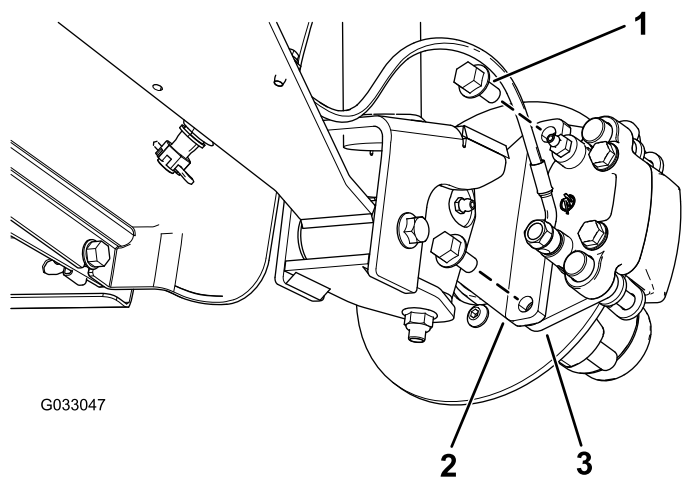
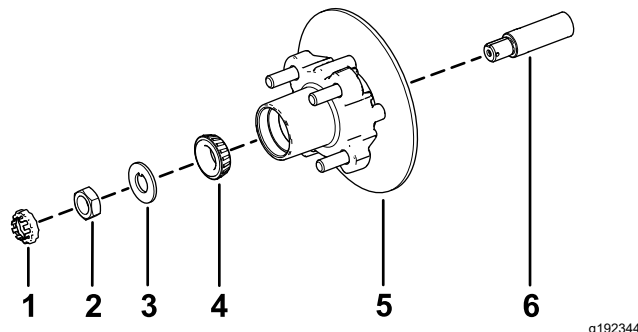

Figura 29
Figura 33
3. Retire los pernos con arandela prensada ($\frac{3}{8}$ " x $\frac{3}{4}$ ") que sujetan el soporte del conjunto de freno al eje y separe el freno del eje (Figura 29).
1. Aplique una ligera capa de grasa del tipo especificado en el eje (Figura 33).
2. Monte el cubo y el rotor en el eje con el rotor hacia dentro (Figura 33).
3. Monte el cojinete exterior en la mangueta y acople el cojinete al anillo de rodadura exterior (Figura 33).
4. Monte la arandela con pestaña en la mangueta (Figura 33).
5. Enrosque la tuerca en el eje y apriete la tuerca a 15 N·m (11 pulgadas-libra), girando el cubo para asentar el cojinete (Figura 33).
- Alinee las pastillas de freno en cada lado del rotor (Figura 29) y los taladros del soporte de la pinza con los taladros de montaje del freno de la mangueta (Figura 33).
- Sujete el soporte de la pinza a la mangueta (Figura 29) usando los 2 pernos con arandela prensada ($\frac{3}{8}$ " x $\frac{3}{4}$ ").